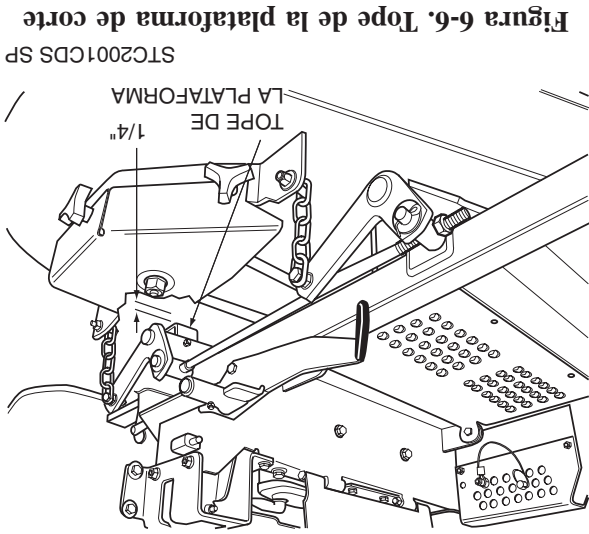

Figura 6-6. Tope de la plataforma de corte
2. Gire la varilla de control (Vea la Figura 6-6) hasta que haya un espacio de 1/4" entre el tope posterior de la plataforma y la parte superior de la plataforma de corte. (Vea la Figura 6-6) Apriete las contratuercas en la varilla de control.